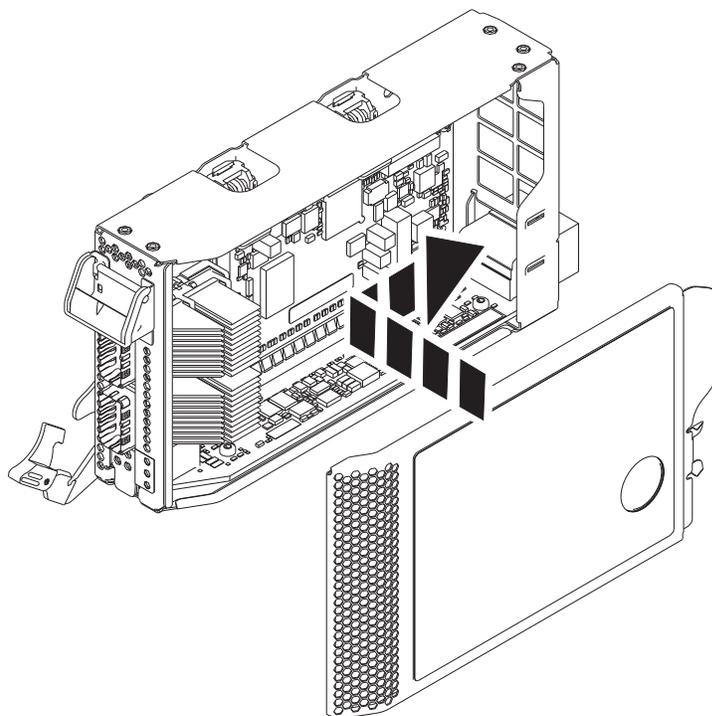

図 32. PCIe アダプター・カセット・カバーの再取り付け
- a. 34 ページの図 32 に示すように、カセット・カバーをカセットの位置に合わせてスライドさせます。